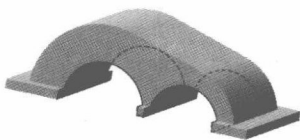
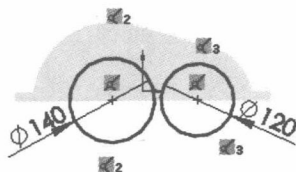

图 1.6 切除-拉伸 1
图 1.7 横断面草图
Step4. 创建图 1.6 所示的零件特征——切除-拉伸 1。
(1) 选择下拉菜单 **插入(I)** **切除(C)** **拉伸(E)...** 命令。
(2) 定义特征的横断面草图。选取上视基准面为草图基准面, 绘制图 1.7 所示的横断面草图。